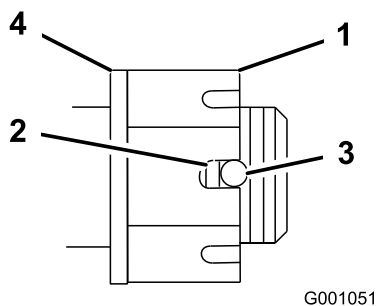

Figura 55
4. Serrate il dado a corona a 170 Nm (Figura 55).
5. Controllate la distanza tra la base della scanalatura del dado e il bordo interno del foro. Devono essere visibili due filetti o meno (Figura 55).
7. Serrate il dado a corona a 170 Nm (Figura 55).
8. Serrate il dado fino ad allineare la serie di scanalature successiva con il foro dell'albero (Figura 55).